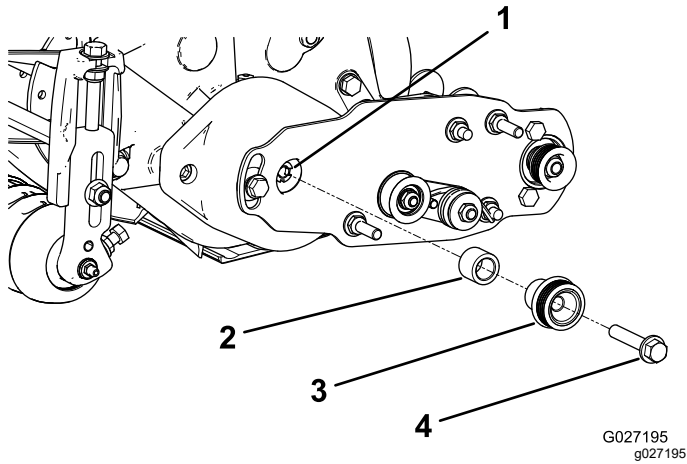

Figura 13
1. Inserite il distanziale sull'albero dell'alloggiamento del cuscinetto (Figura 13).
2. Inserite la puleggia motrice nel distanziale e sull'albero di trasmissione (Figura 13).
- Fissate la puleggia all'albero di trasmissione con un bullone a testa flangiata ($\frac{3}{8} \times 2$ "); fate riferimento alla Figura 13.